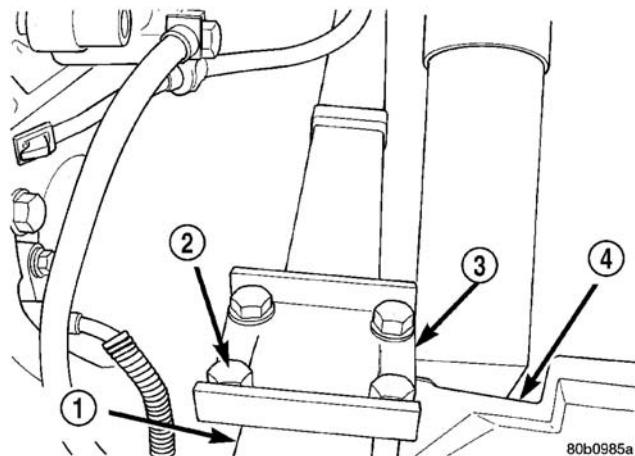

图 28 桥板螺栓
(4) 将 2 个支承架定位在车桥外端下面, 抬高车桥至能够从后簧中移出。
(5) 从后桥上松开并卸下桥板螺栓 (图 28)。
(3) 安装板簧的后部到后吊耳的外半夹板。安装后吊耳的内半夹板。将销螺母和螺栓安装到后吊耳上，但此时不得紧固。
(4) 将车桥总成抬高至正确位置，车桥中置于板簧定位柱下。
(5) 安装桥板螺栓 (图 28)。紧固螺栓至 $95 \text{ N} \cdot \text{m}$ (70 ft.lbs.) 的扭矩。
(6) 安装减振器螺栓。此时不得紧固。
(7) 降下车辆并移去举升臂和车下的木块。